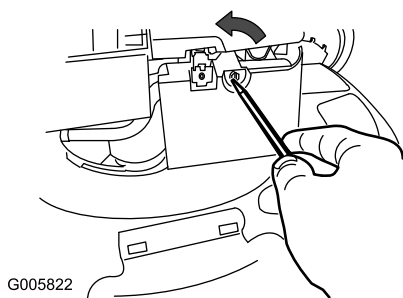

Figura 40
1. Utilice un destornillador para abrir la tapa del filtro de aire (Figura 40).